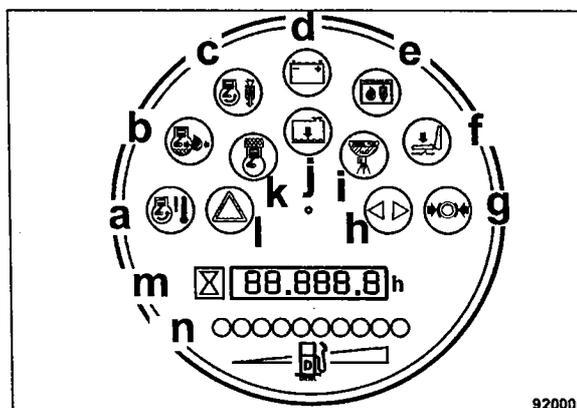

Fig. 39
- Para 3 segundos se encienden todas las lámparas de control y aviso en el instrumento combinado (Fig. 39).